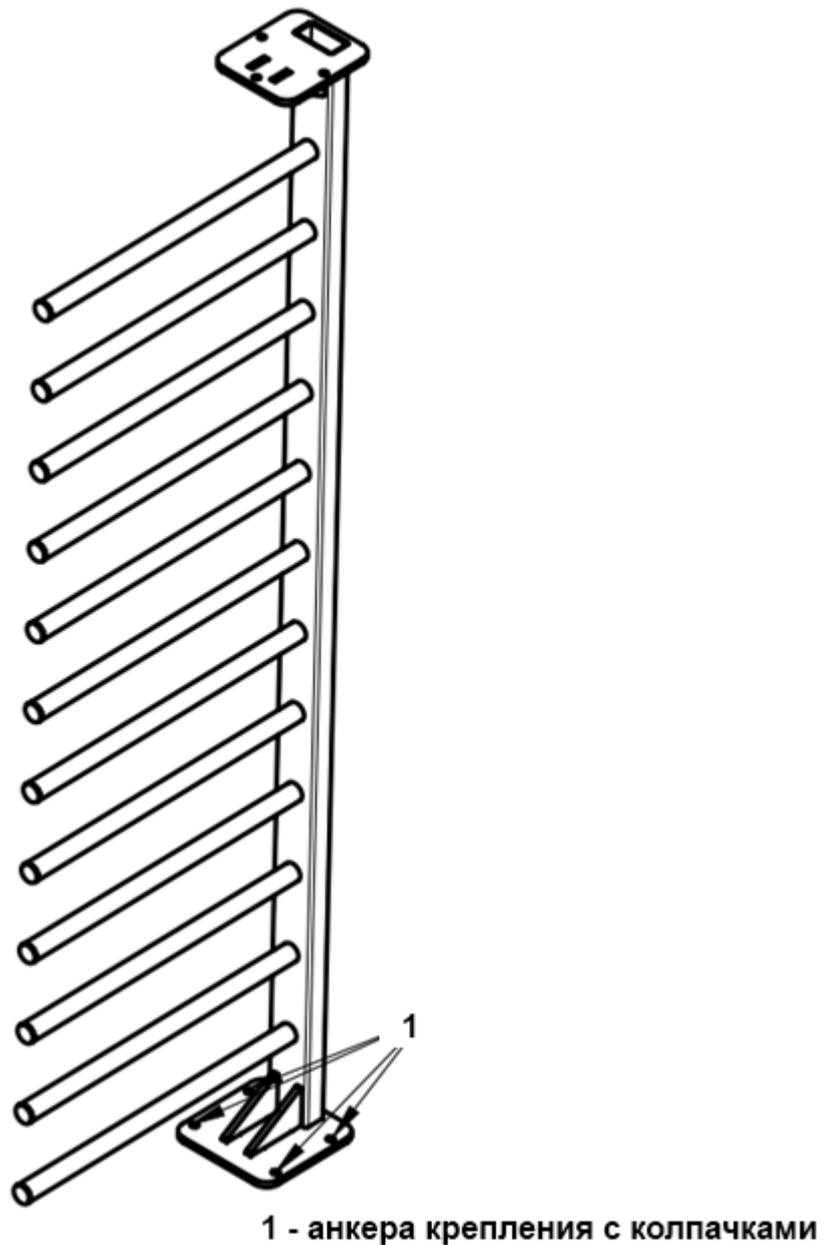

Рисунок 8 – Установка неподвижного элемента ограждения
4.2.7 Рисунок 8 – установить и закрепить неподвижный элемент ограждения турникета, используя анкера, закрутив их в соответствующие отверстия, используя ключ 19 мм. Установить пластиковые колпачки на головки болтов крепления.